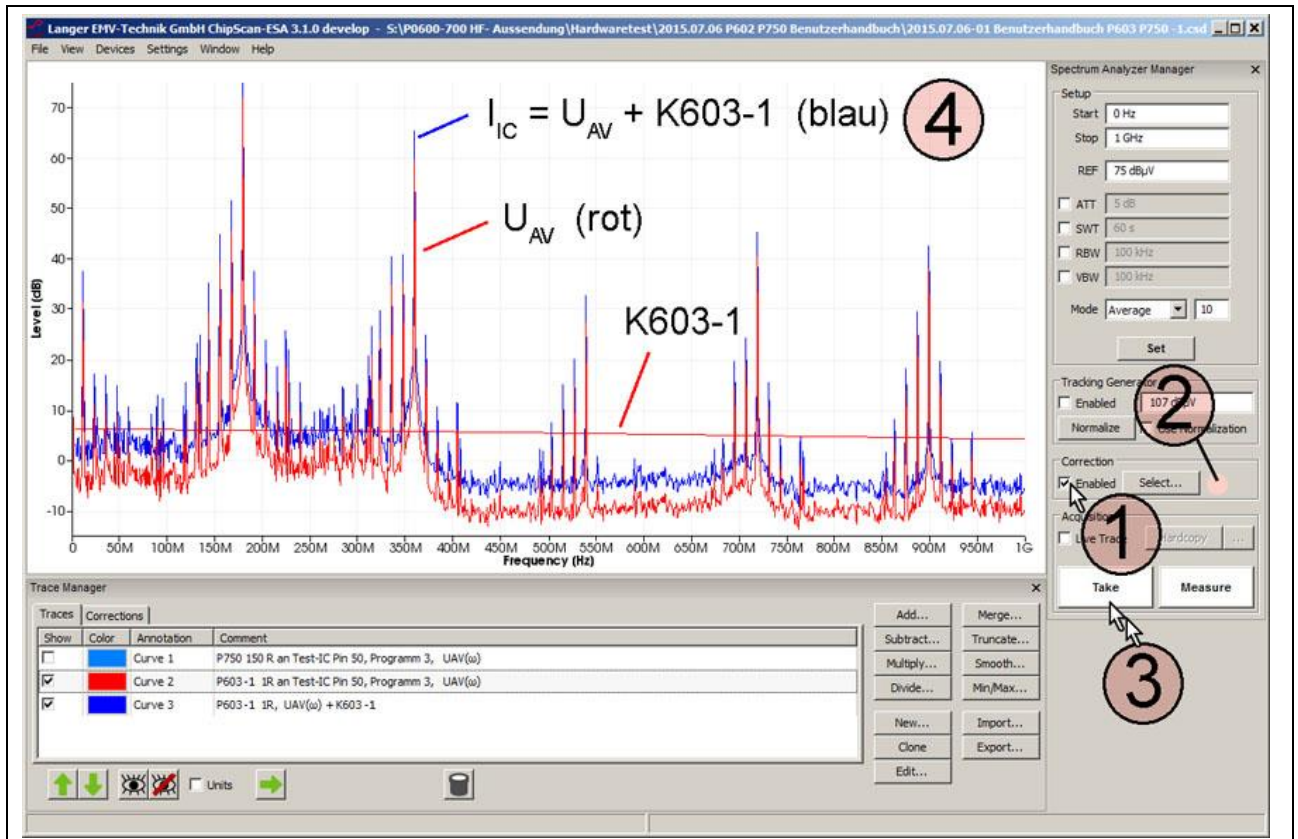

Bild 30: Messung mit dem HF-Stromtastkopf P603-1 unter Verwendung der Korrekturkurve „K603-1“.
Wenn mit der Probe **P603-1** gemessen wird, wird im „Corrections Selector“ die Korrekturkurve „K603-1“ geladen. Im „Spectrum Analyzer Manager“ wird im Feld „Correction“ die Box „Enabled“ mit dem Mauszeiger ① (**Bild 30**) aktiviert. Wenn die Korrektur aktiv ist, blinkt das Feld ② **Bild 30**. Mit „Take“ oder „Measure“ (Mauszeiger ③ **Bild 30**) wird die aktuelle Messkurve ④  $I_{IC}(\omega)$  aus dem Spektrumanalysator in den PC übertragen.